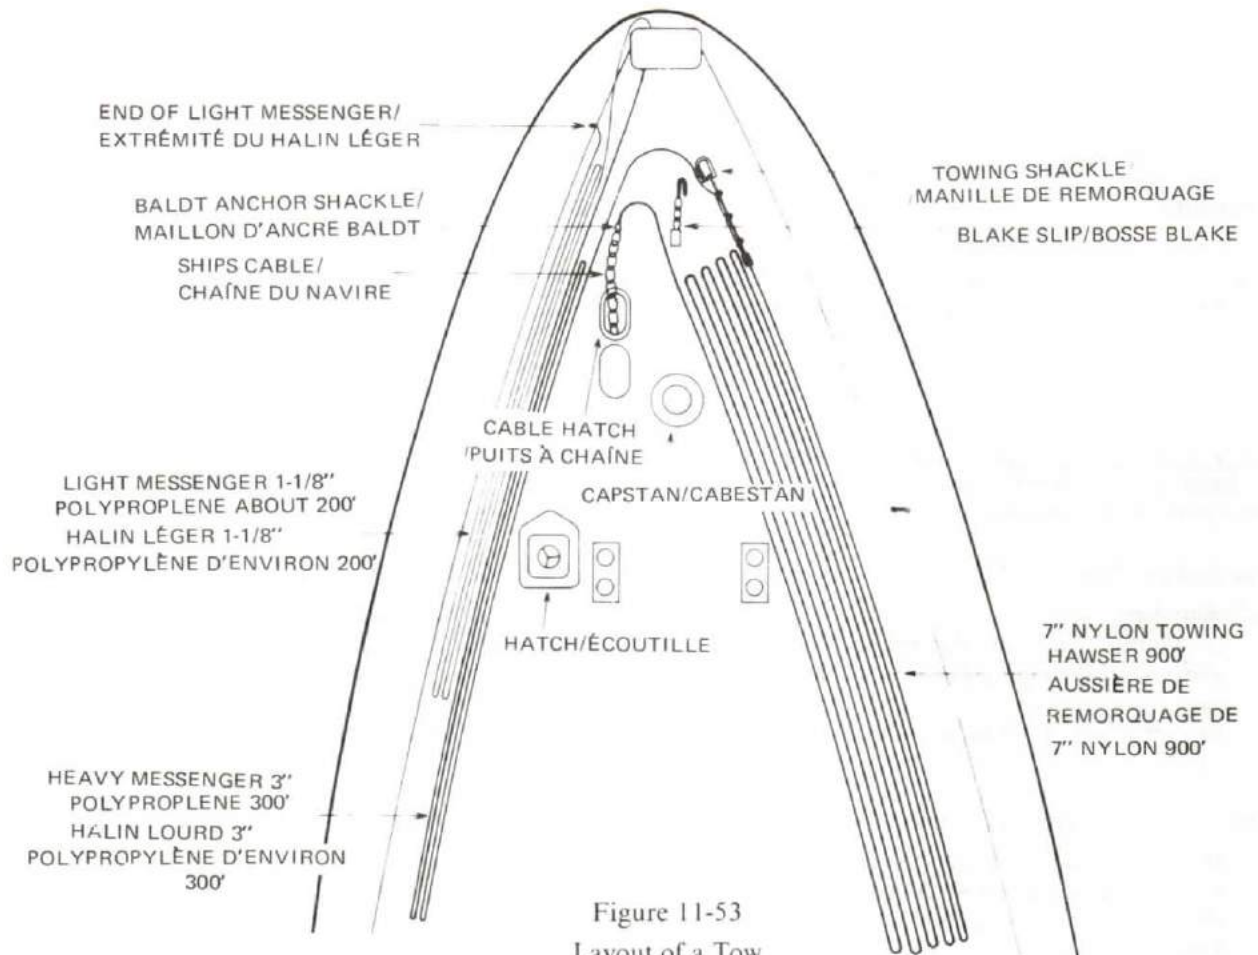

Figure 11-53
5. The heavy messenger should be faked out on the port side outboard of the cable deck hatch with the inboard end secured to the towing hawser by a rolling hitch 3 feet below the towing eye of the hawser and stopped to the towing eye and shackle with one inch manilla. The outboard end of the heavy messenger should be passed through the bull ring led outboard and over the top of the guard rail port side. See Figure 11-53.
5. Le halin lourd doit être lové sur le côté bâbord à l'extérieur du puits à chaîne tandis que l'extrémité à bord sera amarrée à la remorque par un noeud de fouet, trois pieds après l'oeil de la remorque, et génopée à l'oeil de la remorque et à la manille avec un cordage en manille d'un pouce. La partie extérieure du halin lourd sera passée par le chaumard, puis vers l'extérieur par-dessus la rambarde du côté bâbord (voir la figure 11-53).